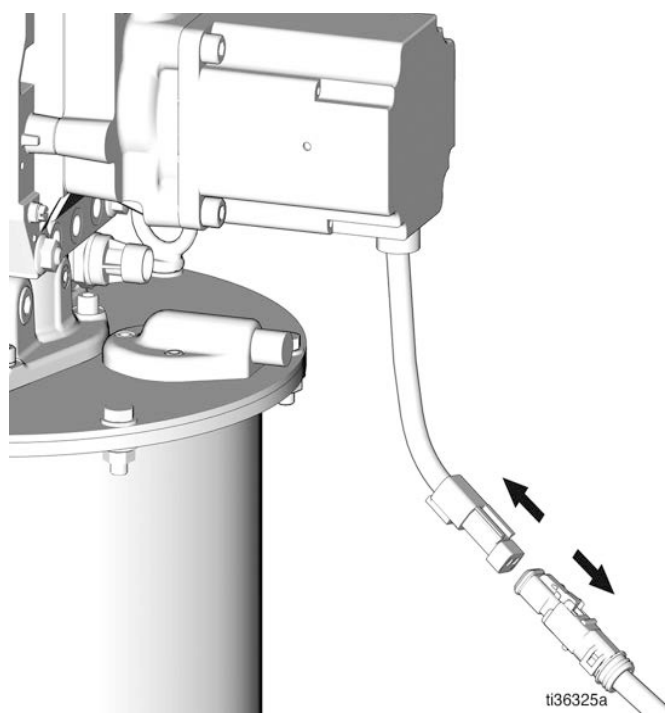

FIG. 2
1. Coupez l'alimentation électrique du système (FIG. 2).